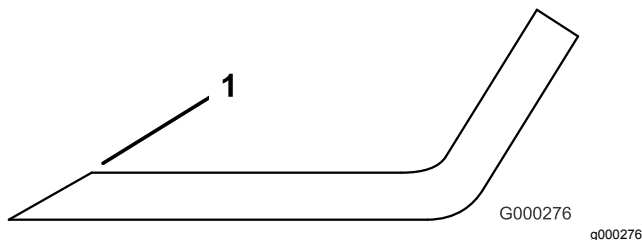

Figura 68
1. Affilate i taglienti da entrambe le estremità della lama con una lima (Figura 68). Rispettate l'angolazione originale. La lama conserva il proprio equilibrio soltanto se viene rimossa una quantità uguale di materiale da entrambi i taglienti.